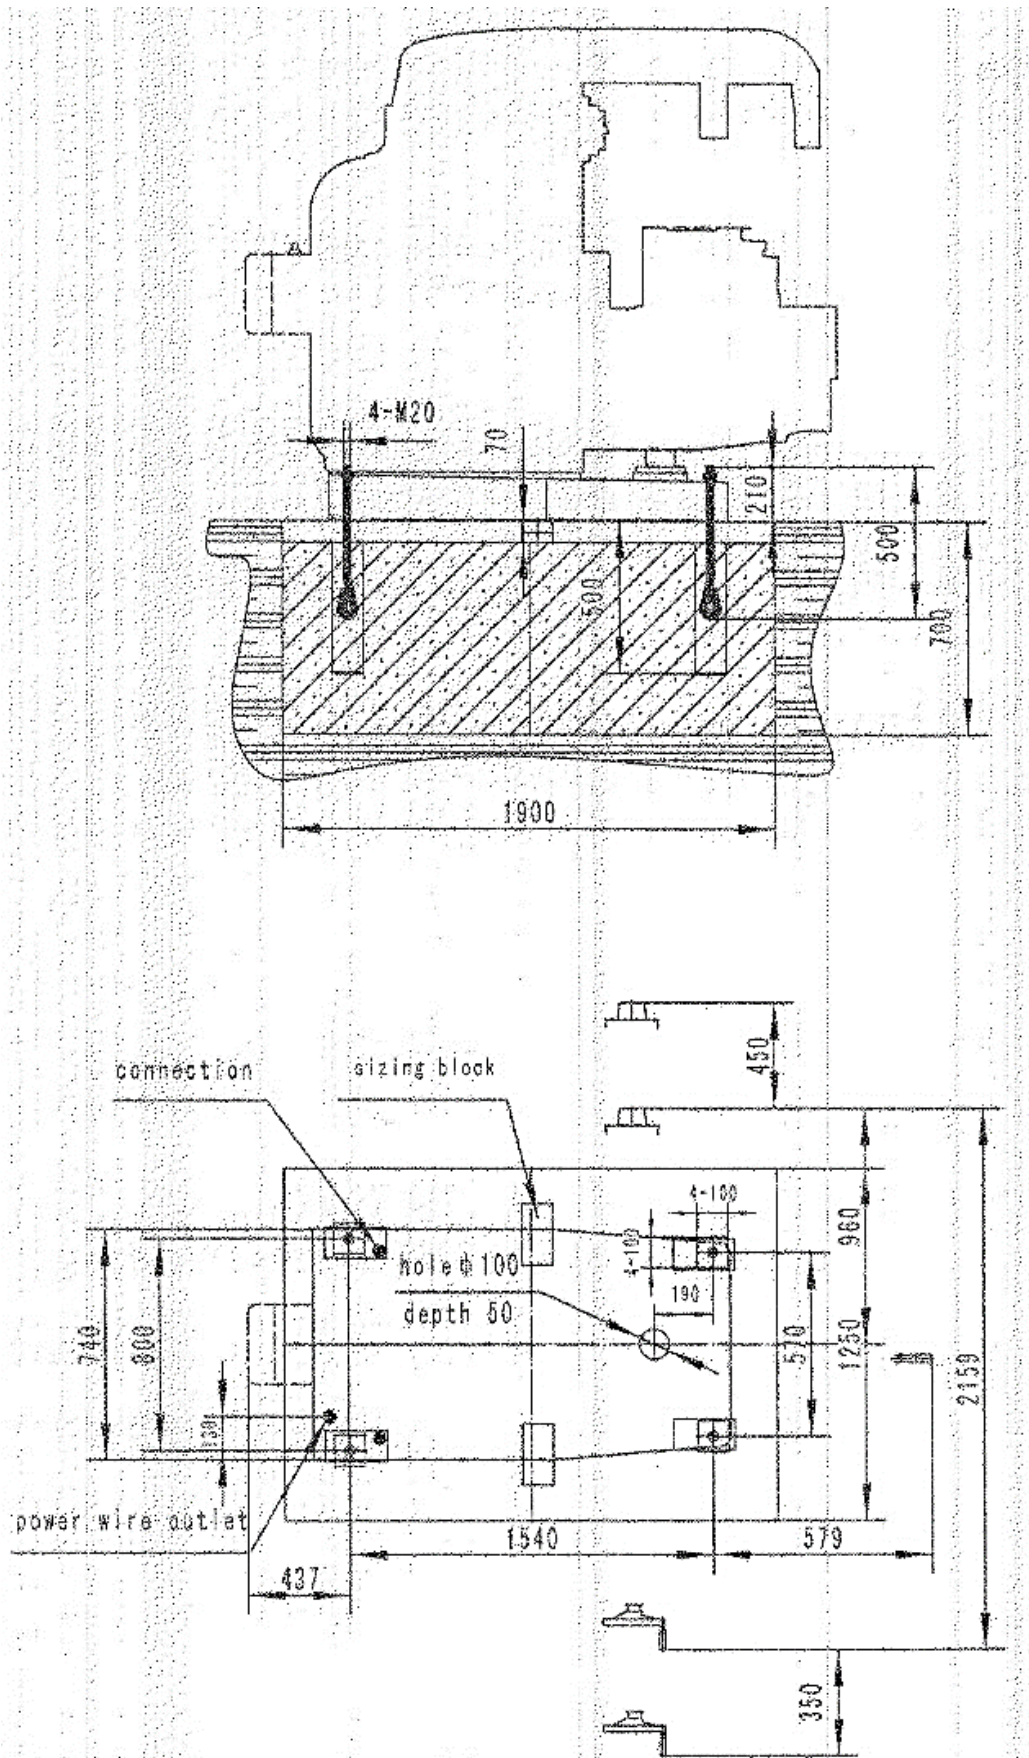

Fig. 17
2. Периодически смазывайте станок в соответствии со схемой смазки, рис.17. Вязкость смазки см. в руководстве по установке.